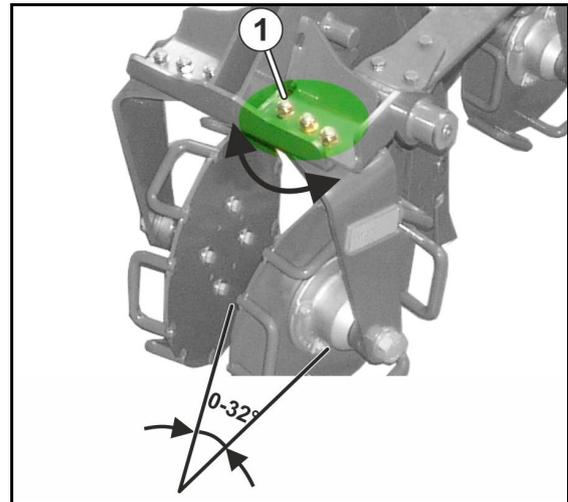

Fig. 90
2. Desserrez l'écrou à ailettes (Fig. 90/2).
3. Réglez la hauteur du capteur de niveau de remplissage (Fig. 90/1) en fonction de la quantité de semences résiduelle souhaitée.
4. Serrez à fond l'écrou à ailettes (Fig. 90/2).
Montez le capteur de niveau de remplissage de manière conforme (Fig. 90) !